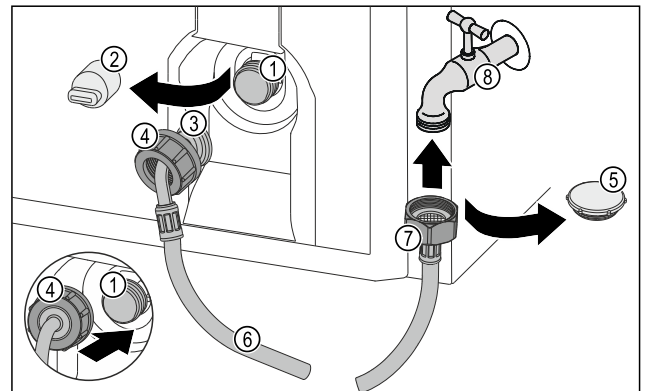

Fig. 44
- ▶ Hiqni tapën e mbylljes Fig. 44 (5).
- ▶ Vendosni sirtarin e drejtë Fig. 44 (7) tek rubineti i ujit Fig. 44 (8).
- ▶ Shtrengojeni dadon tek sirtari i drejtë Fig. 44 (7) duke e rrotulluar në drejtim orar.